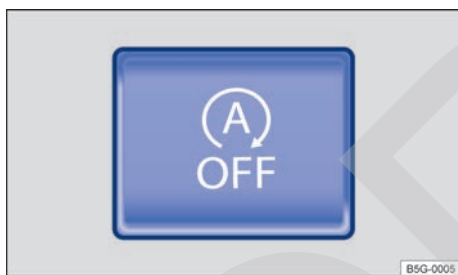

Fig. 117 En la parte inferior de la consola central: tecla del sistema Start-Stop.
- Pulse la tecla  de la parte inferior de la consola central → fig. 117. Al pulsar la tecla del sistema Start-Stop, en el cuadro de instrumentos se muestra el estado del sistema.